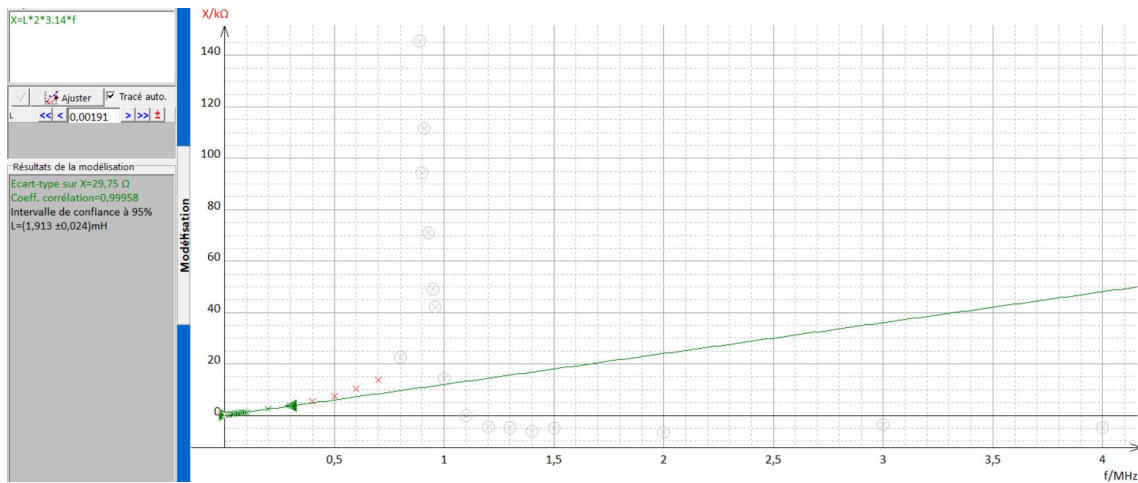

FIGURE 5 – Regression linéaire pour obtenir L
- ✘ Pour déterminer la valeur de L , on effectue une régression linéaire sur la première partie de la courbe de la figure 5 (située avant la résonance) comme indiqué figure 5.